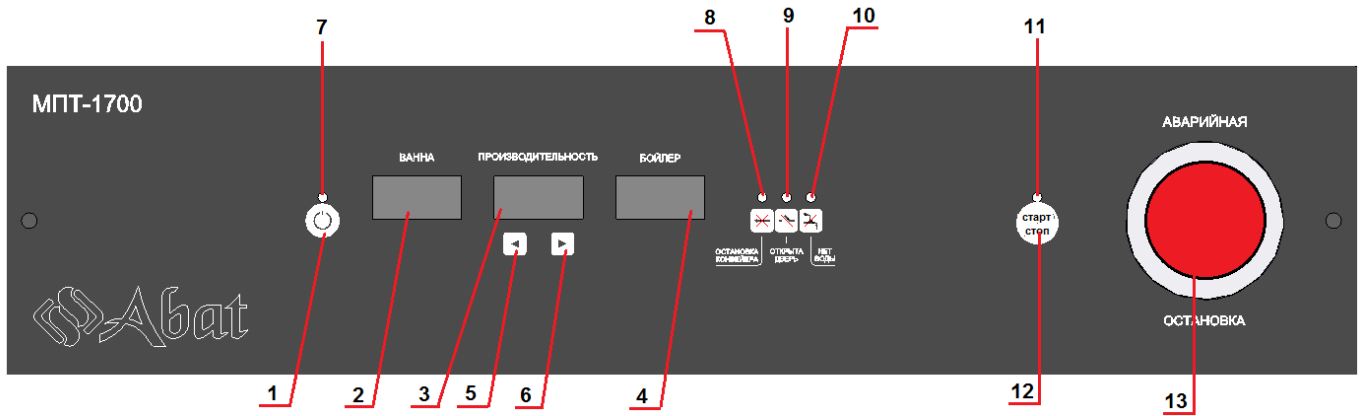
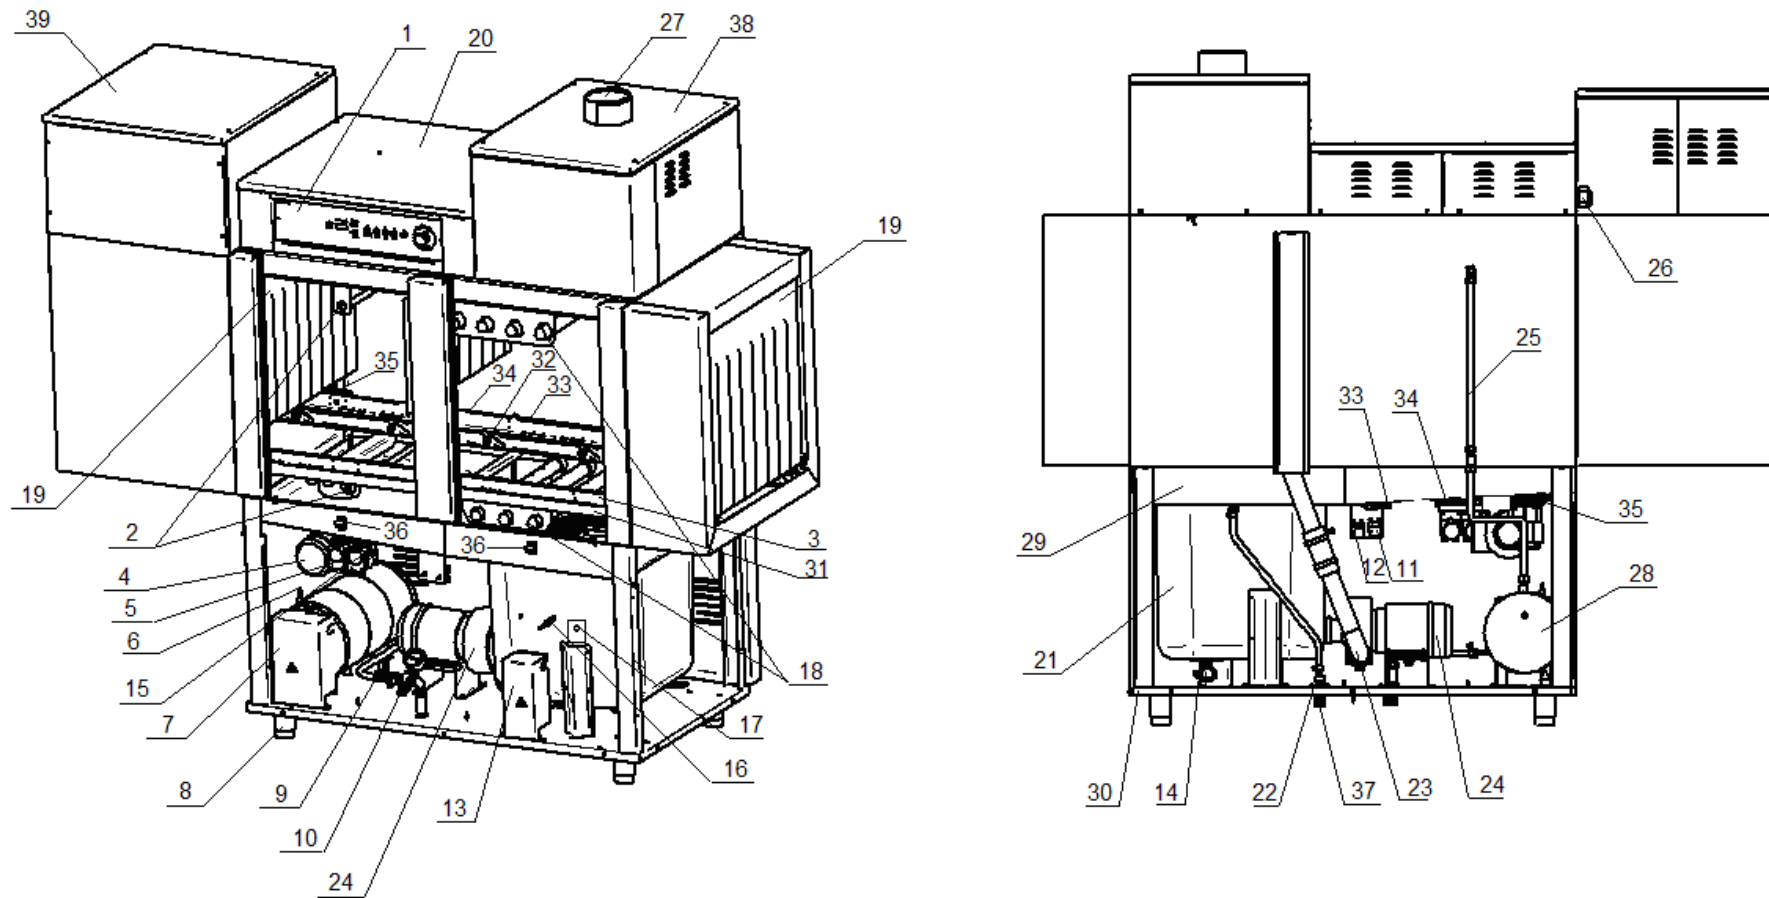

Рис. 2.1 Панель управления машин МПТ-1700, 1700л, 1700-01, 1700-01л
Рис. 3.5 Устройство посудомоечной машины МПТ-2000 (правая)
Устройство машины МПТ-2000 (правая) приведено на рис. 3.5.
На крыше машины установлены панель управления (рис. 2.1, 2.2 и поз. 1 на рис. 3.1-3.6), теплообменник (поз. 38, рис. 3.3-3.6) и модуль сушки (поз. 39, рис. 3.5, 3.6).
- семисегментный индикатор «Ванна» (поз. 2, рис. 2.1, 2.2) (далее по тексту – индикатор «Ванна»). Во время работы отображается текущая температура «Ванна»;
- семисегментный индикатор «Производительность» (поз. 3, рис. 2.1, 2.2) (далее по тексту – индикатор «Производительность»). Во время работы отображается выбранная производительность (скорость конвейера);
- семисегментный индикатор «Бойлер» (поз. 4, рис. 2.1, 2.2) (далее по тексту – индикатор «Бойлер»). Во время работы отображается текущая температура «Бойлера».
- единичный светодиод кнопки «Сеть» (поз. 7, рис. 2.1, 2.2). Светодиод загорается при подаче напряжения на машину. После выхода машины из «дежурного» режима светодиод гаснет.
- единичный светодиод «Остановка конвейера» (поз. 8, рис. 2.1, 2.2). Светодиод загорается при достижении кассеты датчика остановки конвейера (поз. 35, рис. 3.1-3.6);
- единичный светодиод «Открыта дверь» (поз. 9, рис. 2.1, 2.2). Светодиод загорается при открывании двери;
- единичный светодиод «Нет воды» (поз. 10, рис. 2.1, 2.2). Светодиод загорается при отсутствии воды в бойлере и/или ванне;
- единичный светодиод «Старт/Стоп» (поз. 11, рис. 2.1, 2.2). Светодиод загорается при запуске машины в работу;
- единичный светодиод «Сушка» (поз. 14, рис. 2.1, 2.2). Светодиод загорается при включении вентилятора и ТЭНов сушки;
- кнопка «Вкл/Откл» (поз. 1, рис. 2.1, 2.2) – для включения и выключения машины в работу;
- кнопка «меньше» (поз. 5, рис. 2.1, 2.2) и кнопка «больше» (поз. 6, рис. 2.1, 2.2). При нажатии и отпускании кнопки значение скорости конвейера изменяется на единицу.
- кнопка «Старт/Стоп» (поз. 12, рис. 2.1, 2.2) – для запуска машины в работу;
- кнопка аварийного останова (поз. 13, рис. 2.1, 2.2) – для экстренного останова машины;
- кнопка «Сушка» (поз. 15, рис. 2.1, 2.2) служит для включения вентилятора и ТЭНов сушки.